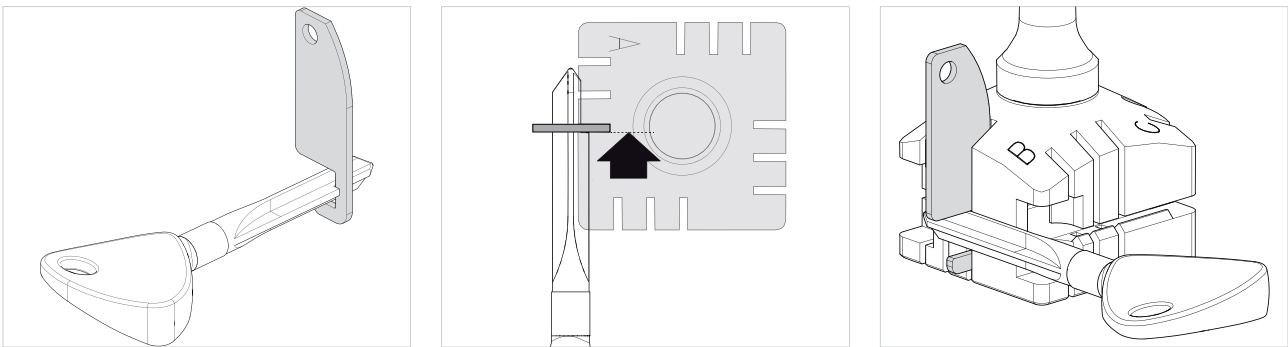
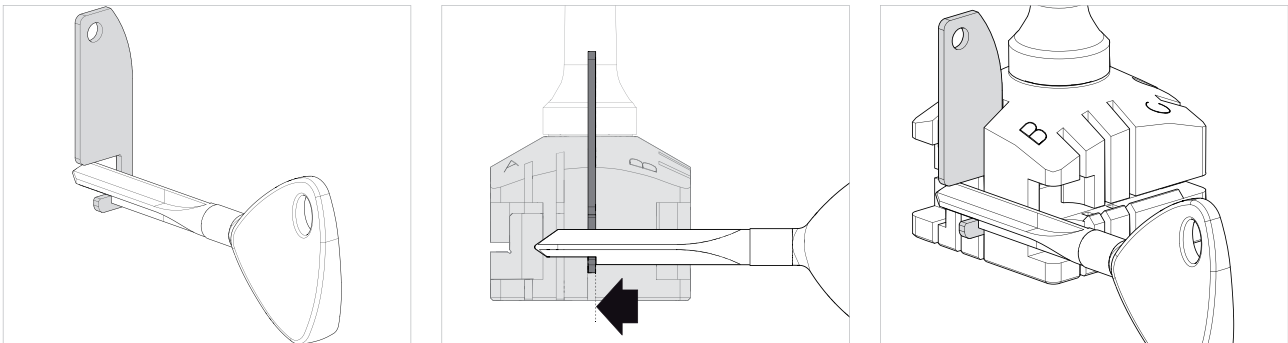
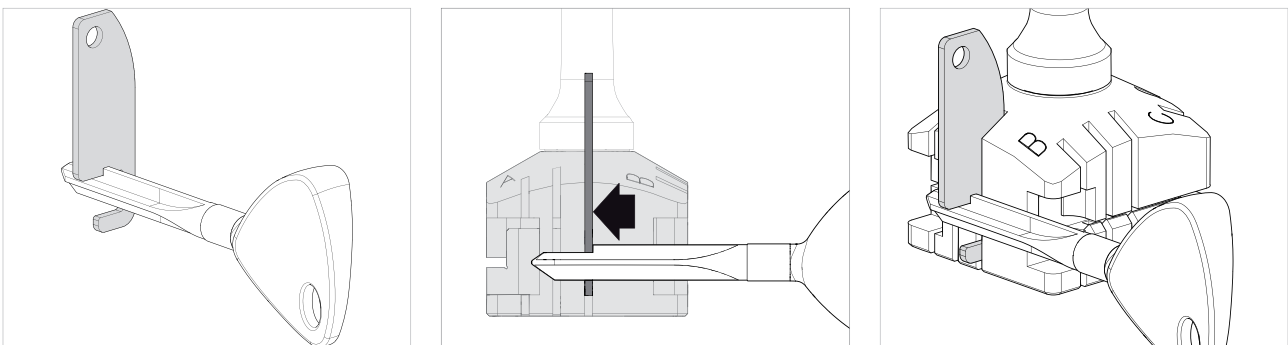

Fig. 38 - met sleutelaanslag gericht NAAR DE BINNENKANT VAN DE SPANBEK
Fig. 39 - met sleutelaanslag gericht NAAR BENEDEN
Fig. 40 - met sleutelaanslag gericht NAAR BOVEN
- Plaats het plaatje met gleuf in de spleet van de spanbek met de sleutelaanslag als volgt gericht (zie Fig. 38 - met sleutelaanslag gericht NAAR DE BINNENKANT VAN DE SPANBEK, Fig. 39 - met sleutelaanslag gericht NAAR BENEDEN e Fig. 40 - met sleutelaanslag gericht NAAR BOVEN).